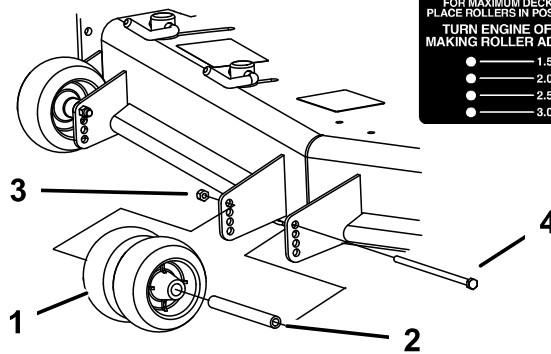
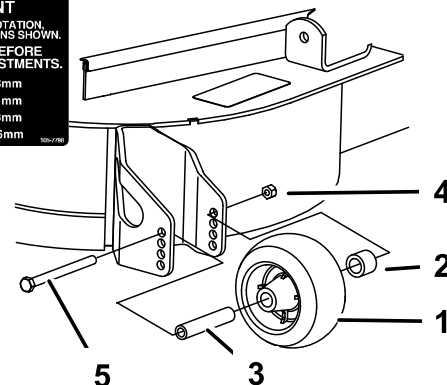

**Figura 28**
**Figura 29**
3. Ajuste los rodillos protectores del césped según se muestra en Figura 28, Figura 29, y Figura 30.